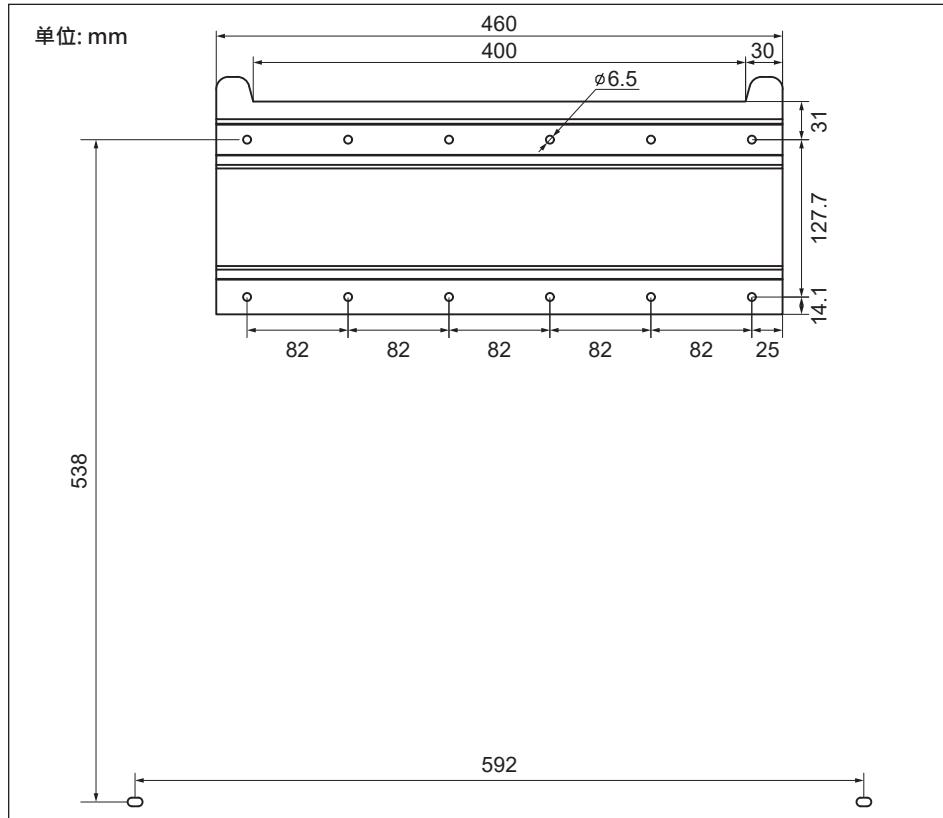

图 3-4: 壁挂架尺寸
请参考图3-4至3-9说明
2. 水平固定壁挂架(垂直于地板)· 壁挂架尺寸如图3-4所示。